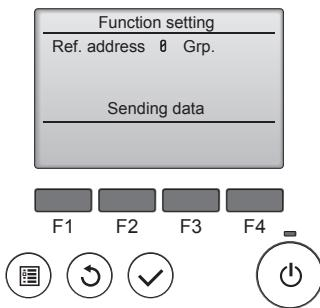

Fig. 6-15
⑤ (Fig. 6-15)
① Fonksiyon seçme moduna girme